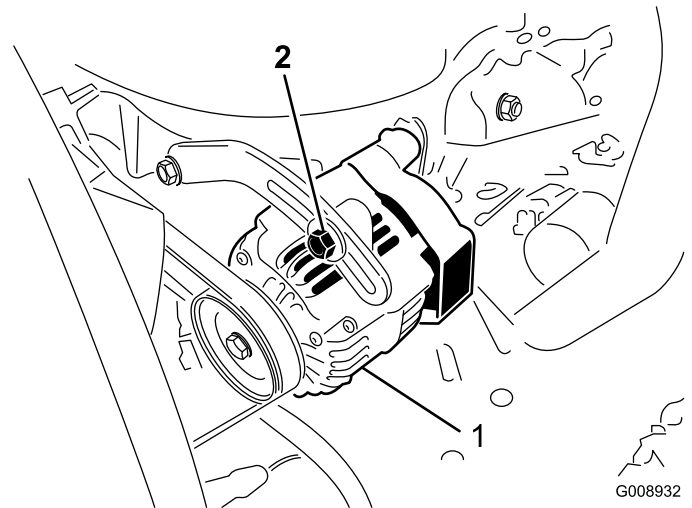

Figura 78
Compruebe la condición y la tensión de las correas (Figura 78) cada 100 horas de operación.
2. Si la desviación no es de 10 mm, afloje los pernos de montaje del alternador (Figura 78). Aumente o reduzca la tensión de la correa del alternador y apriete los pernos. Verifique de nuevo la desviación de la correa para asegurarse de que la tensión es la correcta.